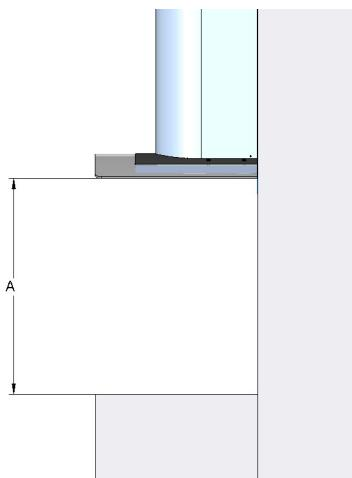

Рис. 3
Для газовой плиты расстояние «А» между нижайшей частью вытяжки и поверхностью для приготовления пищи должно составлять не менее 65 см (рис.3). Во время монтажных работ следует соблюдать действующие положения относительно отвода воздуха.
- Приложите корпус вытяжки к стене, сохраняя минимальное расстояние 65 см между нижним краем вытяжки и поверхностью для приготовления пищи на плите (рис. 3).
- Приложите корпус вытяжки (1) (рис. 5) к стене, сохраняя минимальное расстояние 65 см между нижним краем вытяжки и поверхностью для приготовления пищи на плите (рис. 3).
- После удаления маскирующего экрана привинтите корпус вытяжки к шкафу с помощью восьми шурупов (4) (рис. 6), сохраняя минимальное расстояние 65 см между нижним краем вытяжки и поверхностью для приготовления пищи на плите (рис. 3).